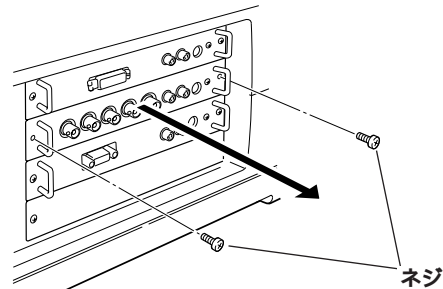

図1. 接続端子の外しかた
- 1 交換する接続端子のネジ2本を外します。(図1参照)
- 2 接続端子の両側のハンドルを持ち、接続端子をプロジェクター本体から引き出します。(図1参照)